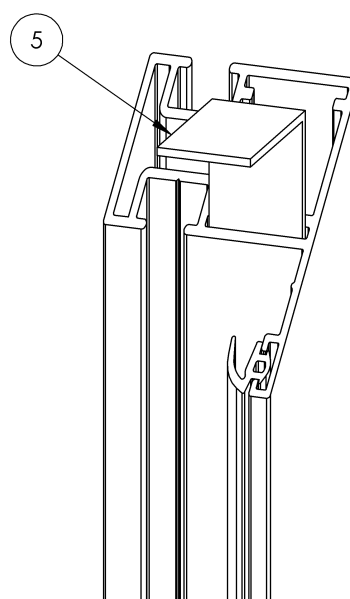

Figure 2
2. Mettre en place les équerres d'assemblage (rep. 5) dans les montants latéraux (Fig. 2).